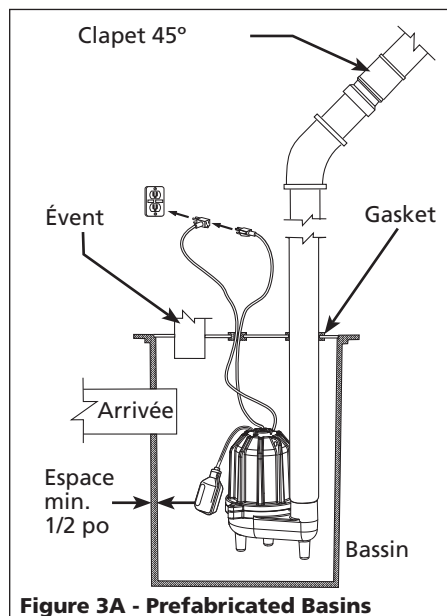

Figure 3A - Prefabricated Basins
- BCSE50T modèles a un interrupteur à long détachable avec une fiche superposée (Voir figure 3A). La longueur du long (distance du cordon du flotteur à la pince) ne devrait pas être ajustée moins que 8,26-cm (3-1/4 po) et ne devrait pas être utilisé dans un bassin plus petit que 35,6-cm (14-po) de diamètre. Si vous utilisez un différentiel autre que celui réglé à l'usine, s'assurer que lorsque la pompe se coupe, qu'il y ait au moins 4 po de fluide dans le bassin pour que la turbine reste submergée.